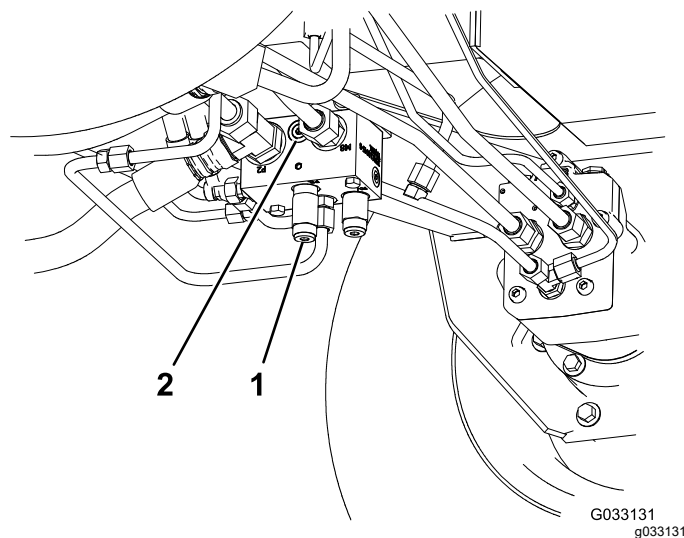

Figura 75
- Pieza Toro N.º 95-0985, empalme (2)
- Pieza Toro N.º 340-77, acoplamiento hidráulico (2)
1. Instale un acoplamiento diagnóstico en el orificio sin marcar que está situado entre los orificios M8 y P2 del colector de tracción trasera (Figura 75).